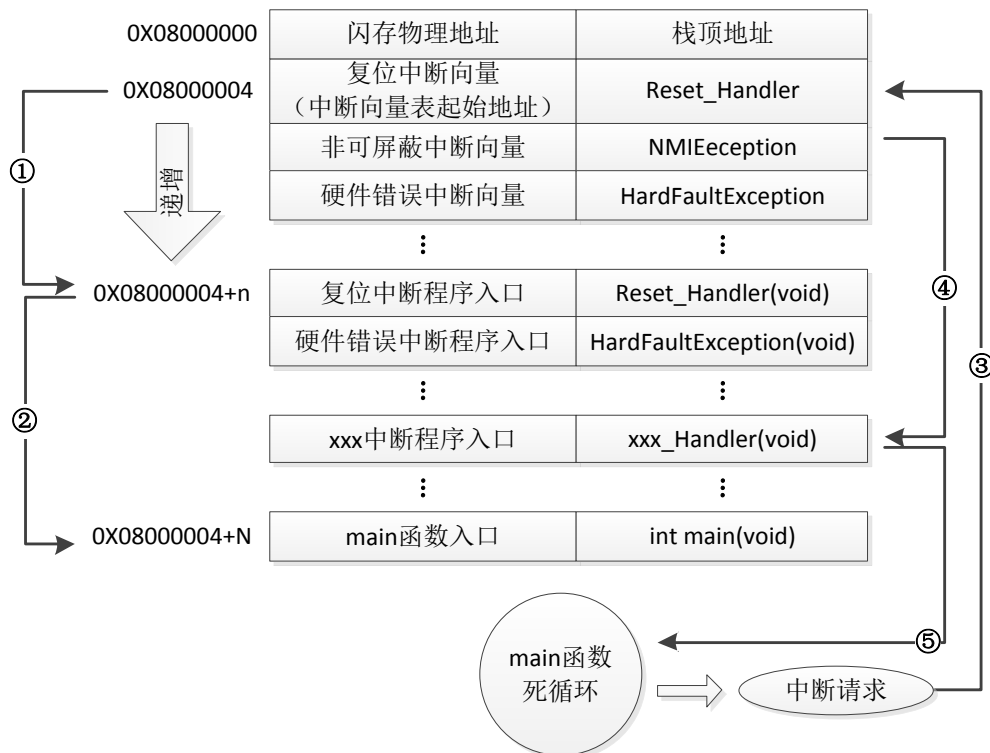

图 37.1.1 STM32 正常运行流程图
我们先来看看 STM32 正常的程序运行流程，如图 37.1.1 所示：
在图 37.1.1 中，STM32 在复位后，先从 0x08000004 地址取出复位中断向量的地址，并跳转到复位中断服务程序，如图标号①所示；在复位中断服务程序执行完之后，会跳转到我们的 main 函数，如图标号②所示；而我们的 main 函数一般都是一个死循环，在 main 函数执行过程中，如果收到中断请求（发生重中断），此时 STM32 强制将 PC 指针指回中断向量表处，如图标号③所示；然后，根据中断源进入相应的中断服务程序，如图标号④所示；在执行完中断服务程序以后，程序再次返回 main 函数执行，如图标号⑤所示。
址，并跳转到复位中断服务程序，在运行完复位中断服务程序之后跳转到 IAP 的 main 函数，如图标号①所示，此部分同图 37.1.1 一样；在执行完 IAP 以后（即将新的 APP 代码写入 STM32 的 FLASH，灰底部分。新程序的复位中断向量起始地址为 $0X08000004+N+M$ ），跳转至新写入程序的复位向量表，取出新程序的复位中断向量的地址，并跳转执行新程序的复位中断服务程序，随后跳转至新程序的 main 函数，如图标号②和③所示，同样 main 函数为一个死循环，并且注意到此时 STM32 的 FLASH，在不同位置上，共有两个中断向量表。